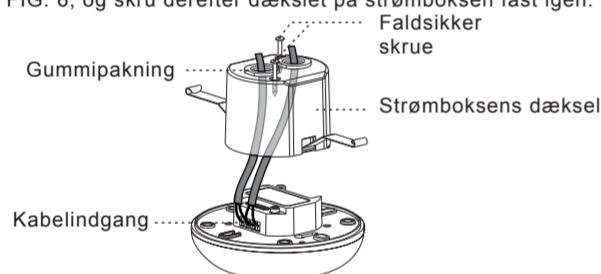

FIG. 11
4.4.2.2 Brug en skruetrækker til at bryde gummipakningen op på strømboksens dæksel, og før derefter kablerne gennem den (Se FIG. 11).